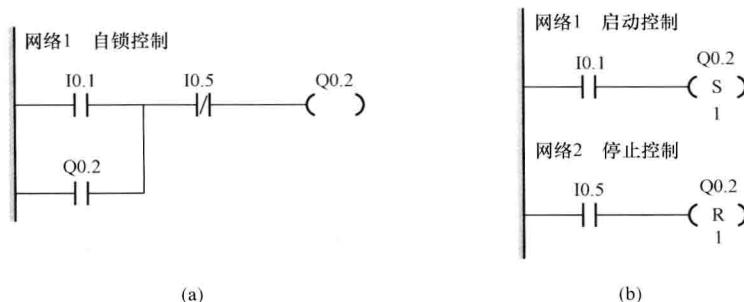

图 1-12 电磁阀自锁控制程序
电磁阀自锁控制程序如图 1-12 所示，其中图 (a)、(b) 中的两个程序具有相同的控制功能。
(6) 程序编译。用户程序如图1-12所示，编辑完成后，必须编译成PLC能够识别的机器指令才能下载到PLC。单击菜单栏中的“PLC”→“编译”选项，开始编译机器指令。编译结束后，在输出窗口中显示结果信息。纠正编译中出现的所有错误后，编译才算成功。
(7) 程序下载。下载时PLC状态开关应拨到“STOP”位置或单击工具栏菜单■按钮。如果状态开关在其他位置，下载时程序会询问是否转到“STOP”状态。单击菜单栏中的“文件”→“下载”选项，或单击工具栏菜单■按钮开